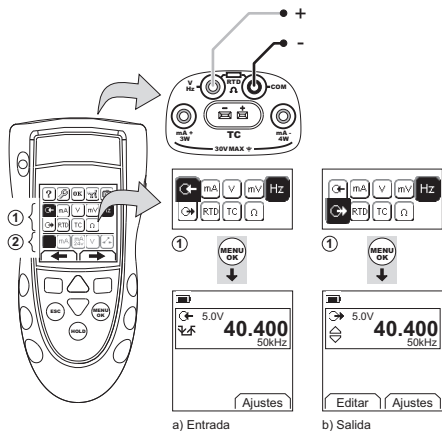

Figura 6: Ejemplo de configuración: Medición/alimentación de Hz o pulsos
1. Conecte el instrumento (Figura 6) y, si es necesario, ajuste la opción Configurar (Tabla 1).